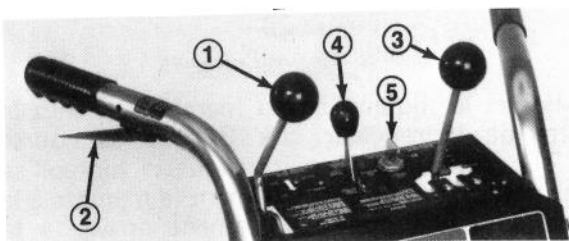

Figure 15
Commande de tarière (Fig. 15) — Cette commande a deux positions: EMBRAYÉE (Engage) et DÉBRAYÉE (Disengage). Pour embrayer la tarière et le ventilateur, poussez le levier de commande vers l'avant jusqu'à sa butée. Il dépassera alors le centre du tableau. Pour débrayer la tarière et le ventilateur, ramenez le levier de commande en arrière.
Levier d'interconnexion de sécurité (Fig. 15) — Il faut comprimer le levier d'interconnexion de sécurité contre la poignée du mancheron de droite quand la tarière ou les roues sont embrayées. Le moteur s'arrête automatiquement dès qu'on relâche ce levier pendant que la tarière ou les roues sont en prise. Il s'agit d'un dispositif de sécurité destiné à rappeler au conducteur de débrayer la tarière et les roues avant de quitter sa position de sécurité derrière les mancherons.
Commande d'entraînement des roues (Fig. 15) — Cette commande a sept positions: N (point mort ou neutre) 2 positions; R1 et R2 (2 vitesses de marche arrière); 1, 2 et 3 (trois vitesses avant). Pour changer de vitesse, placez le levier à la position désirée. Il faut tenir le levier de commande en position R (Marche arrière) pour reculer. Dès qu'on la relâche, la commande retombe automatiquement au point mort. Vous pourrez utiliser les vitesses 1, 2 et 3 selon les conditions d'enneigement. Continuez de comprimer le levier d'interconnexion en changeant de vitesse.
Commande des gaz (Fig. 15) — Plus vous poussez le levier vers l'avant, plus vous augmentez la vitesse. Ne faites tourner le moteur que juste assez vite pour projeter la neige où vous le voulez.
Clé d'allumage (Fig. 15) — La clé d'allumage a deux positions: MARCHE (On) et ARRÊT (Off). Mettez la clé en position MARCHE (On) avant de mettre le moteur en marche à l'aide du démarreur à rappel. Pour arrêter le moteur, mettez la clé en position ARRÊT.
5. Tournez la clé d'allumage en position de MARCHÉ (Fig. 15).